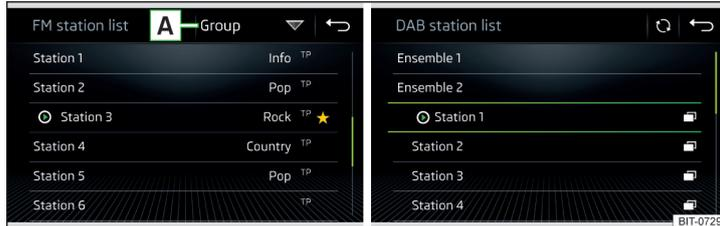

Abb. 134 Beispiel der Liste verfügbarer FM/DAB-Sender
- › Zur **Sortierung** (FM) der Sender in alphabetischer Reihenfolge, laut Gruppe oder Genre, die Funktionsfläche [A] » Abb. 134 antippen » [!].
- › Zur **Filterung** der Sender nach dem Programmtyp (bspw. Kultur, Musik, Sport u. Ä.) in der FM-Senderliste (bei eingeschalteter RDS-Funktion) und der DAB-Senderliste (bei gewählter alphabetischer Sortierung der Senderliste) die Funktionsfläche [A] » Abb. 134 antippen.
- ▶ Zur **manuellen** Aktualisierung die Funktionsfläche ⌂ » Abb. 134 antippen.